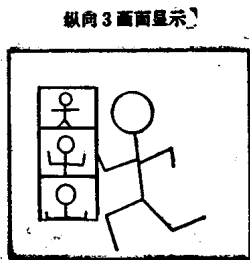

图6 纵向3画面显示
(2) 纵向3画面显示:3个画面可以都是静止的,或者是2个静止画面1个活动画面,3个辅画面可以移到左方或移到右方,见图6。